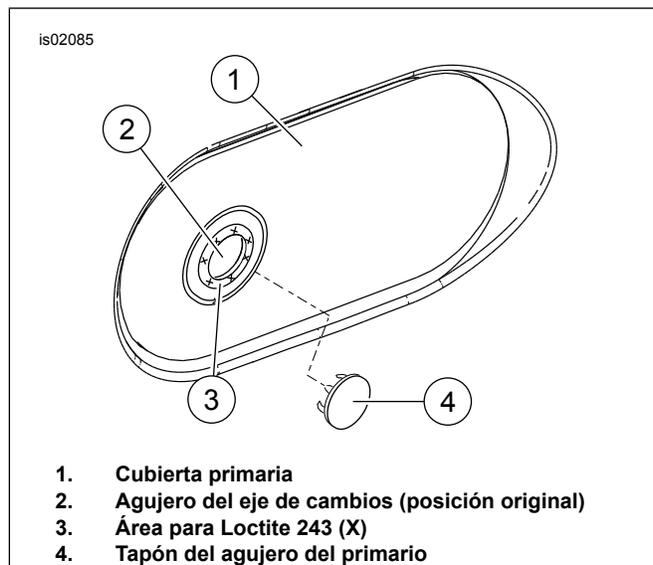

Figura 3. Instalación del tapón de la cubierta exterior
12. Vea la Figura 3. Limpie el área alrededor del agujero de la cubierta primaria (2), limpiando toda la suciedad, aceite y grasa. Aplique Loctite 243 (pieza Harley-Davidson N° 99642-97) alrededor de la abertura (3). Inserte el tapón del agujero del primario (4) dentro de la abertura. Quite el exceso de adhesivo de la superficie. Permita que el Loctite cure durante 24 horas antes de operar el vehículo.